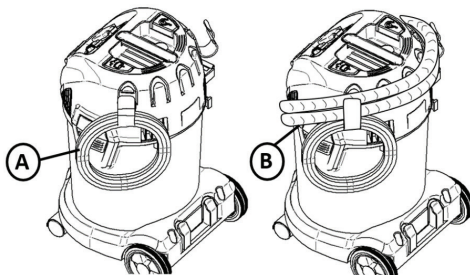

Fig. 22
No caso de máquinas sem enrolador de cabo, o cabo (A) pode ser enroscado no gancho, ver Fig. 22. Estes ganchos também podem ser usados para arrumar a mangueira (B), enrolando-a à volta da máquina.